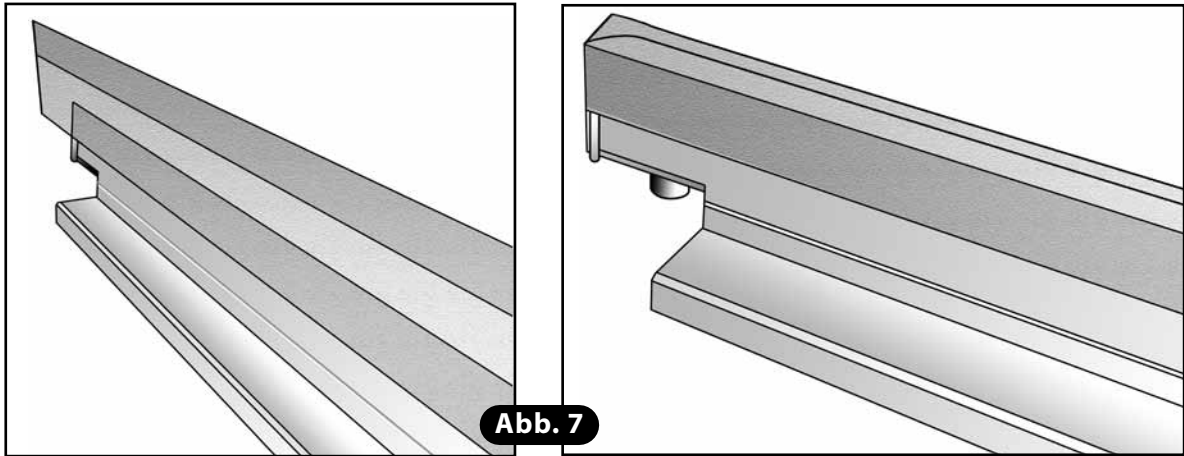

Abb. 7
- 4) Neues Band aufkleben und den überstehenden Teil an beiden Enden abschneiden (**Abb. 7**).
- 7) Anderes Ende des Widerstands an der gegenüber liegenden Seite einfädeln und aus dem unteren Loch herausziehen. Mithilfe einer Rundzange aufwickeln und dadurch spannen (**Abb. 7**).